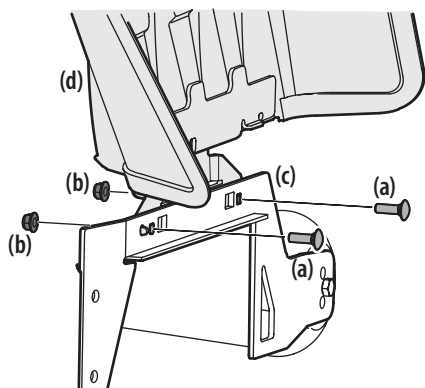

Figure 2-1
1. Retirez les boulons de carrosserie (a) et les écrous autobloquants à bride (b) du support de montage (c) sur le plateau de coupe. Voir Figure 2-1.
2. Utilisez la quincaillerie (a et b) retirée à l'étape précédente pour installer le déflexeur d'éjection (d) sur le plateau de coupe. Voir Figure 2-1.